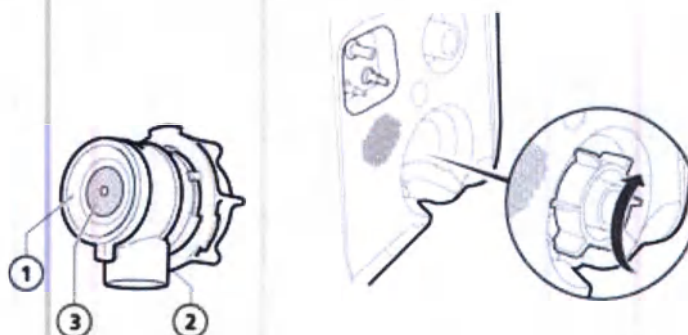

Рисунок 2-3. Установка клапана выдоха
1. Удерживая корпус клапана выдоха (рис. 2-3), установите силиконовую мембрану в корпус.